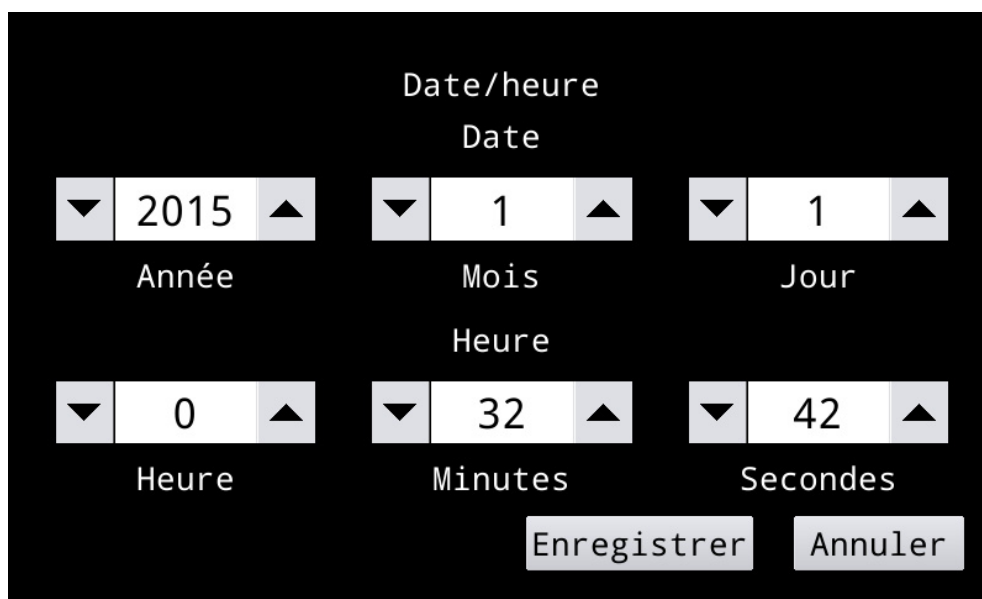

Figure 11. Écran Date/Heure
1. Appuyez sur **Date/Heure** dans le menu de configuration. L'écran Date/Heure (figure 11) apparaît.